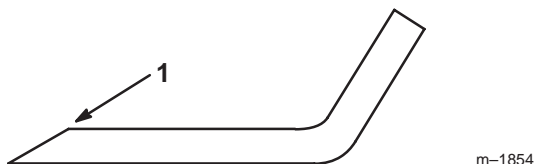

Figure 37
1. Au moyen d'une lime, aiguisiez les tranchants aux deux extrémités de la lame (Fig. 37) en veillant à conserver l'angle de coupe d'origine. Limez la même quantité de métal sur chacun des deux tranchants pour ne pas déséquilibrer la lame.